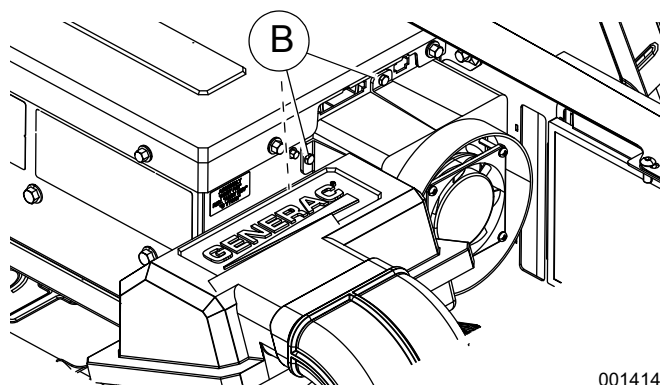

Figure 4-10. Retirez les vis du ventilateur du régulateur de tension automatique (AVR)
4. Voir Figure 4-10. Dévissez les trois vis (B) pour libérer le ventilateur du régulateur de tension automatique (AVR) de l'AVR.